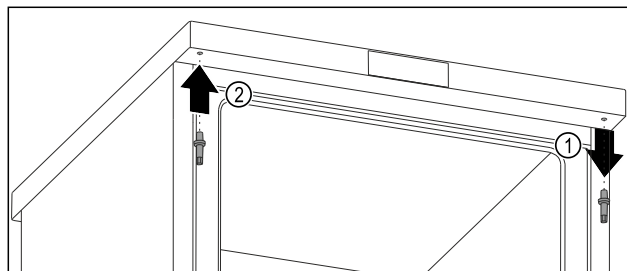

Fig. 21
- ▶ Выкрутите верхний болт ключом с наружным шестигранником. Fig. 21 (1)
- ▶ Затяните болт на противоположной стороне ключом с наружным шестигранником. Fig. 21 (2)